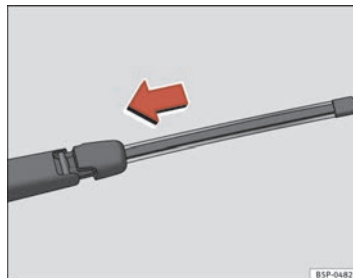

Fig. 184 Collocare la spazzola tergilunotto
- Posizionare la spazzola come indicato nella figura ⇒ pag. 248, fig. 184 e scorrere l'adattatore fino a quando non si incastra.